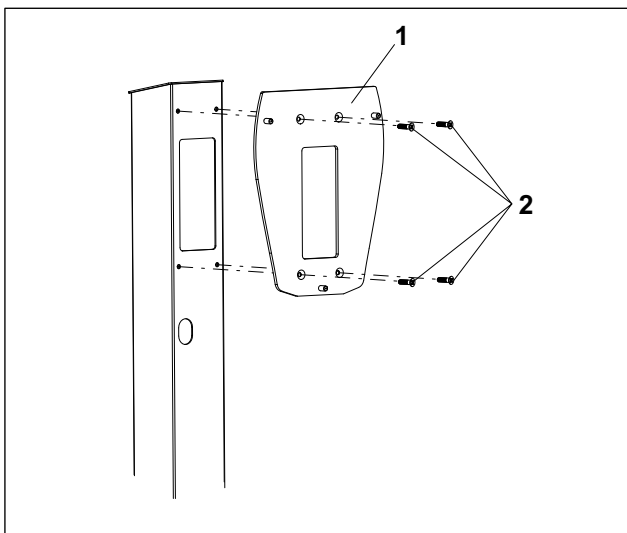

Fig. 1 Fixation de la plaque d'adaptation
1. Fixez la plaque d'adaptation (fig. 1/1) à la borne à l'aide des quatre vis à tête fraisée M6x16 (fig. 1/2) fournies. Couple de serrage 7 Nm.